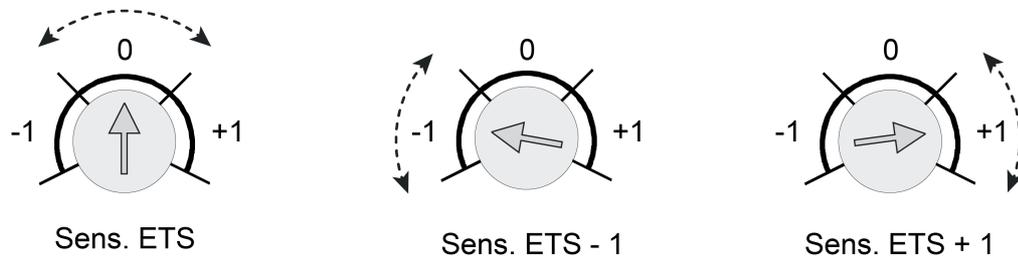

Bild 21: Beispiel zu den Einstellbereichen des Empfindlichkeitseinstellers am Gerät
- (7) Schiebeschalter zur Vor-Ort-Bedienung (Einstellung der Betriebsart und Aktivierung des Programmiermodus (siehe Seite 26))
- (8) Programmier-Taste (rot)
- (9) Empfindlichkeitseinsteller
- (10) Designabdeckung für Schiebeschalter (Bedienelement)
- (12) Taste "ON" zur Betriebsartenumschaltung und zur Aktivierung des Programmiermodus (siehe Seite 26)
- (13) Taste "OFF" zur Betriebsartenumschaltung
Die Empfindlichkeit der Bewegungserfassung, die ein Maß für die Reichweite der PIR-Auswertung ist, kann getrennt für die beiden PIR-Sektoren in der ETS parametrierbar und ist darüber hinaus vor Ort am Gerät nach der Inbetriebnahme veränderbar. Hierzu verfügt das Gerät über den Einsteller (9), der das Verändern der parametrierten Empfindlichkeitseinstellung aller PIR-Sektoren ermöglicht. Die Empfindlichkeit kann durch den Einsteller um maximal eine Stufe verringert oder erhöht werden (Bild 21).